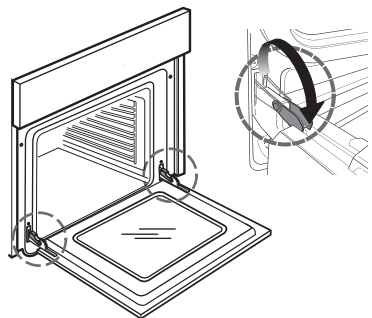

Abb. 1
2. Ziehen Sie die Schließhaken der Scharniere bis zum Anschlag nach vorne (Abb. 1).
Näheres zum Öffnen der Tür mit dem Sicherheitselement siehe Abb. 1.